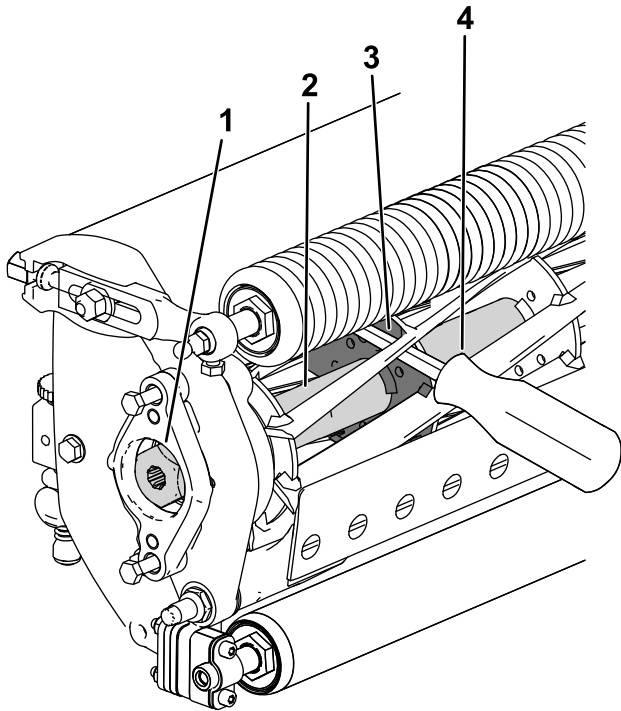

Рисунок 34
2. Вставьте монтировку с длинной ручкой (рекомендуется использовать монтировку размером 0,95 x 30 см [3/8 x 12 дюймов] с рукояткой как у отвертки) через нижнюю часть режущего барабана и максимально близко к боковой части режущего барабана, к которому вы будете прилагать крутящий момент (Рисунок 34).
3. Установите монтировку так, чтобы она была прижата к сварной стороне опорной пластины барабана (Рисунок 34).